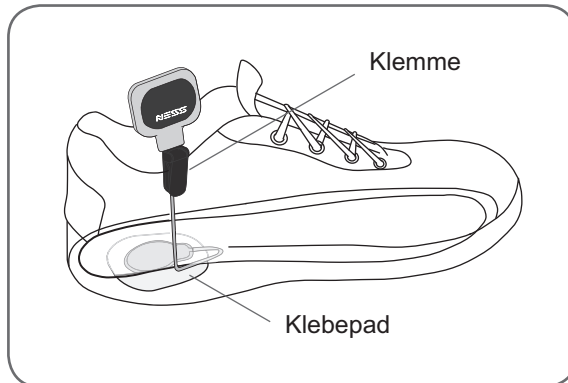

Abbildung 5-7: In einen linken Schuh eingelegter Intelli-Sense Gait Sensor™
- Wird am betroffenen Bein unter der Einlegesohle des Schuhs angebracht und an einem Klebepad befestigt (siehe Abbildung 5-7).
- Wird an der Schuhinnenseite befestigt (siehe Abbildung 5-7).